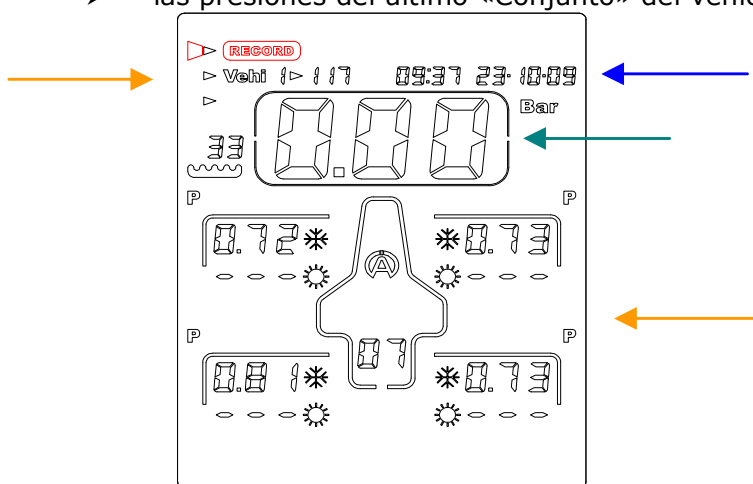

Ilustración 1
- 1) Seleccione el icono «**RECORD**» (ilustración 1), utilizando los botones     .